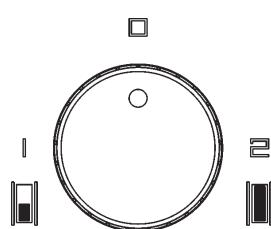

Fig. 2
Après avoir décidé d'utiliser la plaque partielle (avant)  ou la plaque totale (avant et arrière),  placer le bouton (6) sur la position correspondante (figure 2). Le voyant (8) s'allumera pour indiquer que l'appareil est allumé.